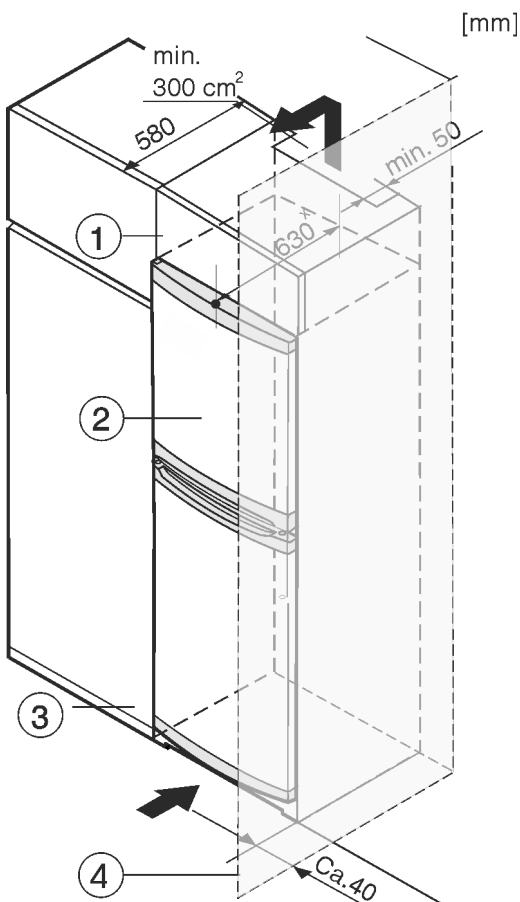

Fig. 8
- (1) Szafka nakładana (3) Szafka kuchenna
(2) Urządzenie (4) Ściana
Urządzenie może zostać obudowane szafkami kuchennymi. Aby dopasować urządzenie Fig. 8 (2) do wysokości ciągu szafek kuchennych, można nad urządzeniem umieścić szafkę nasadzaną Fig. 8 (1).
W przypadku obudowania szafkami kuchennymi (głębokość maks. 580 mm) urządzenie można ustawić bezpośrednio obok szafki kuchennej Fig. 8 (3). Urządzenie wystaje z boku o 34 mm x i na środku urządzenia o 50 mm x w stosunku do szafek frontów kuchennych.
Jeżeli urządzenie będzie ustawiane z zawiasami do ściany Fig. 8 (4), to pomiędzy urządzeniem i ścianą należy zachować minimalny odstęp, wynoszący 40 mm. Na taką odległość wystaje klamka przy otwartych drzwiach.